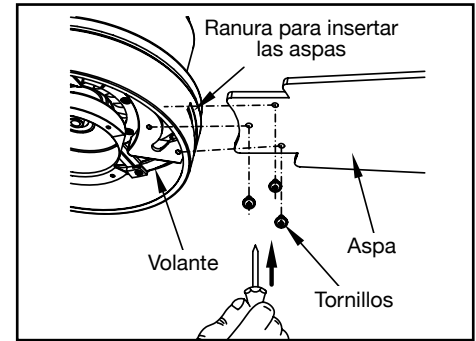

Figura 9
1. Inserta el asa en la abertura del centro del volante, alinea los tres orificios para tornillo en el asa con sus correspondientes en el volante, y asegura con los tornillos incluidos. (Figura 9)